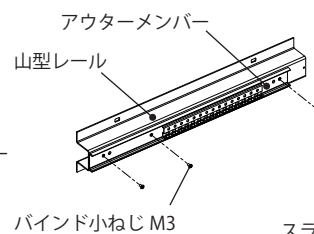

図3
- ②山型レールにアウターメンバーを、スライドレールに付属のバインド小ねじ M3 にて固定してください。(図3)